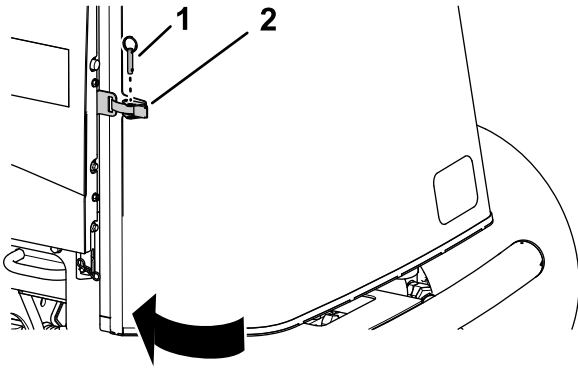

Figura 104
1. Cierre y enganche la rejilla (Figura 104).